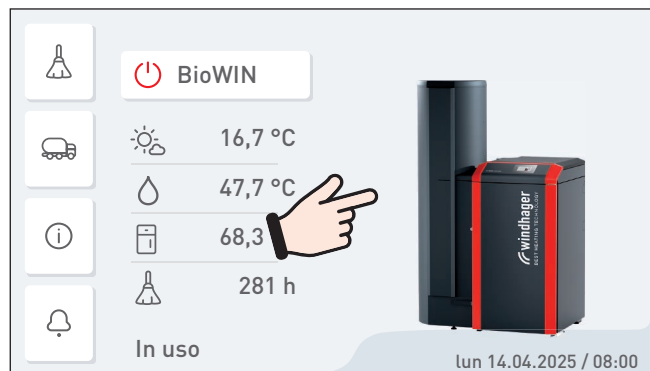

Fig. 21 Schermata di partenza
- ▶ Premere brevemente il tasto InfoWIN Touch per accendere il display, quindi premere la schermata di partenza – Fig. 21.